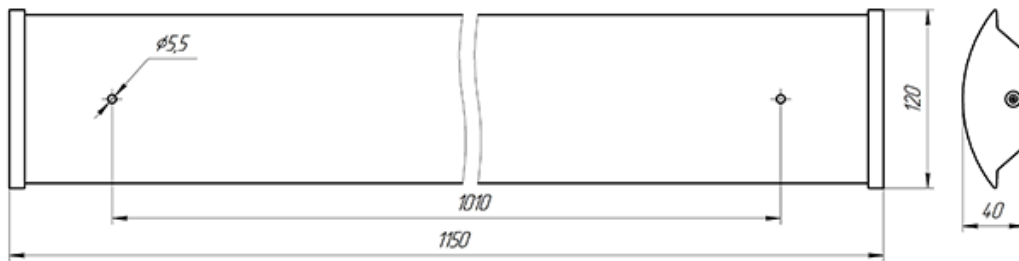

Рисунок 1. Габаритный чертеж Esonex Office 1200 EM
5.2.1. Для установки светильника необходимо отсоединить торцевую крышку и аккуратно снять рассеиватель. Надежно закрепить на ровной поверхности корпус светильника при помощи креплений (не входят в комплект поставки), габариты для монтажа см. рисунок 1.